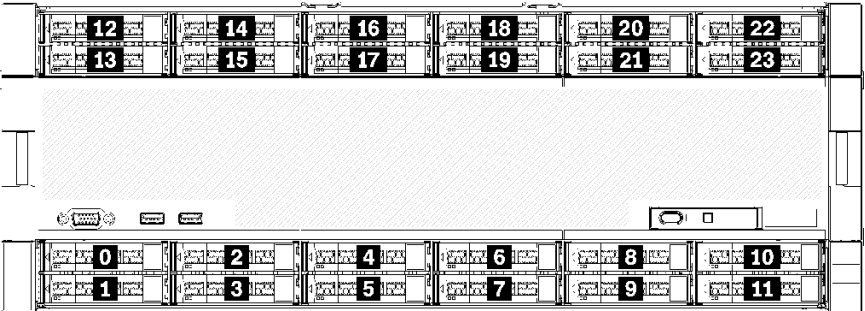

图 9. 硬盘插槽位置
- 顶部两个硬盘支持 SAS、SATA 或 NVMe 接口硬盘（Lenovo AnyBay）。服务器可支持最多 12 个 NVMe 硬盘，具体取决于服务器配置。支持 NVMe 的硬盘插槽是具有偶数编号的插槽，如第 22 页图 9 “硬盘插槽位置” 中所示。